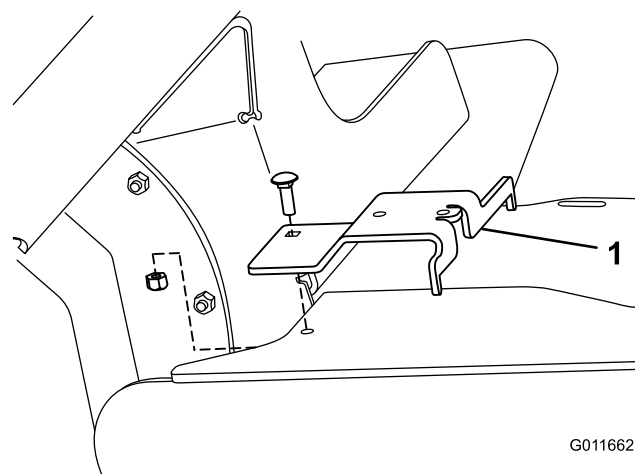

**Figure 13**
1. Avec un boulon de carrosserie (5/16" x 1") et un contre-écrou (5/16"), fixez le support du collecteur au cadre de la trancheuse dans le trou que vous avez libéré en retirant le collier de flexible (Figure 13).